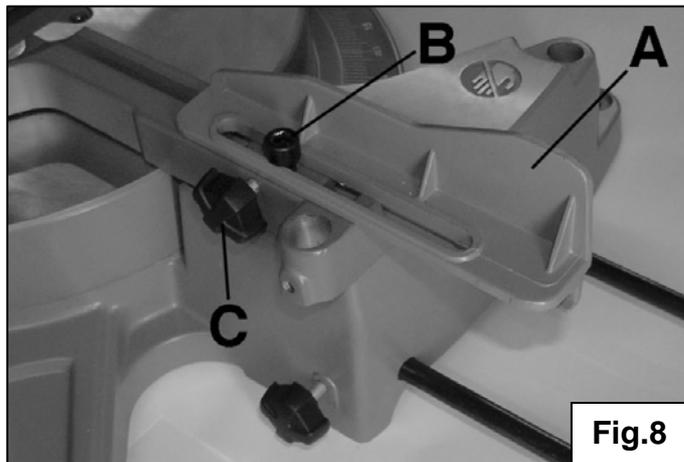

Fig.8
1. Allentate la vite esagonale **(B)** Fig.8 con l'aiuto di una chiave esagonale.